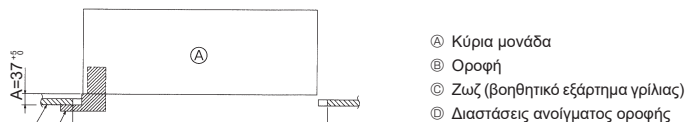

Fig. 4-6
3. Αν η κύρια μονάδα δεν μπορεί να ευθυγραμμιστεί με την οπή τοποθέτησης στην οροφή, μπορεί να ρυθμιστεί χάρη σε μια σχισμή που παρέχεται στη πλάκα τοποθέτησης. (Fig. 4-6)